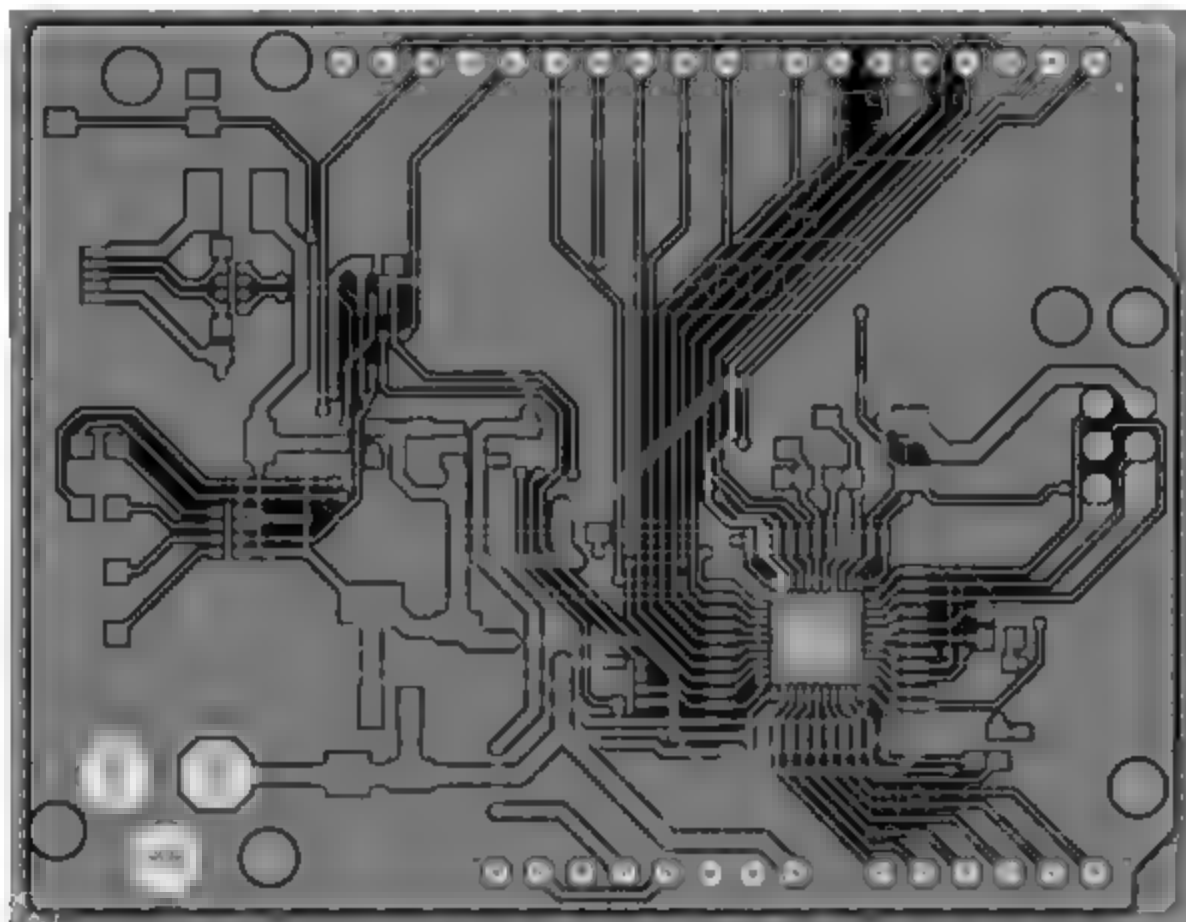

图 5-54 PCB 铺铜效果
(2) 在 Polygon Pour 面板中对铺铜属性进行设置。在 Net 下拉列表框中选择铺铜网络,在 Layer 下拉列表框中选择铺铜的层,在 Grid Size 和 Track Width 文本框中输入网格尺寸和轨迹宽度(建议设置成较小的相同数值,这样铺铜则为实心铜),在右下角的下拉列表框中选择 Pour Over All Same Net Objects 选项,并勾选 Remove Dead Copper (死铜移除)复选框。
(3) 按 Enter 键,关闭该面板。此时光标变成十字形状,准备开始铺铜操作。
(4) 用光标沿着 PCB 板框边界线画一个闭合的矩形框。单击鼠标左键确定起点,然后将光标移动至拐角处单击,直至确定板框的外形,单击鼠标右键退出。这时软件在框线内部自动生成了铺铜,效果如图 5-54 所示。